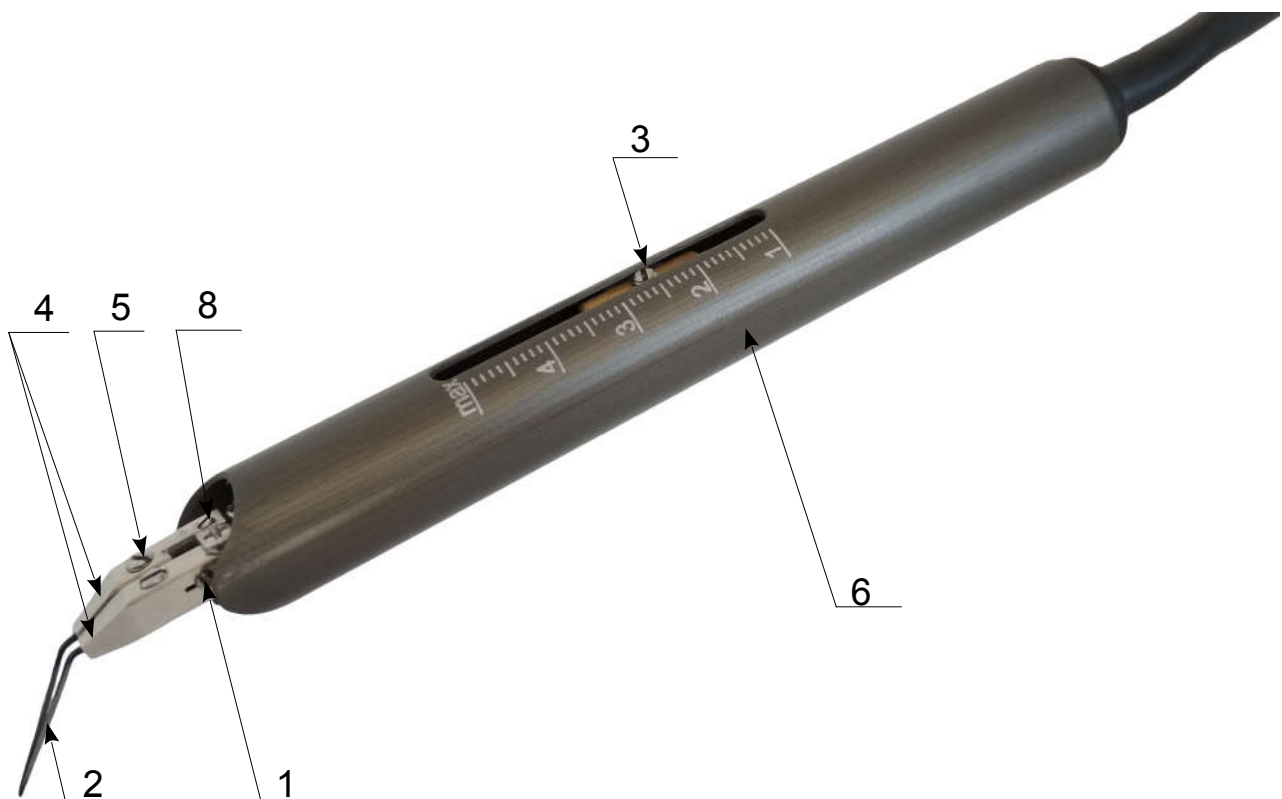

Рис. 1. Инструмент с установленным сдвоенным электродом.
1.3.2 Вид инструмента с установленным сдвоенным электродом показаны на рис. 1